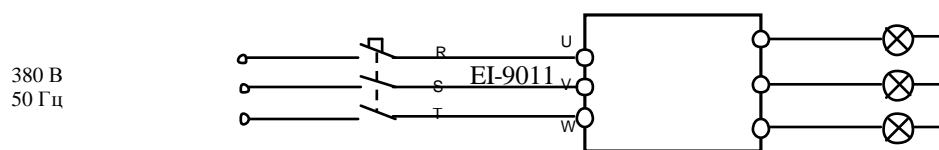

Рис. 4.26. Подключение к ПЧ ламп накаливания
4.15.1. Подключить три лампы к выходным клеммам U, V, W преобразователя частоты. Подать питание ~380 В 3Ф (рис. 4.26).